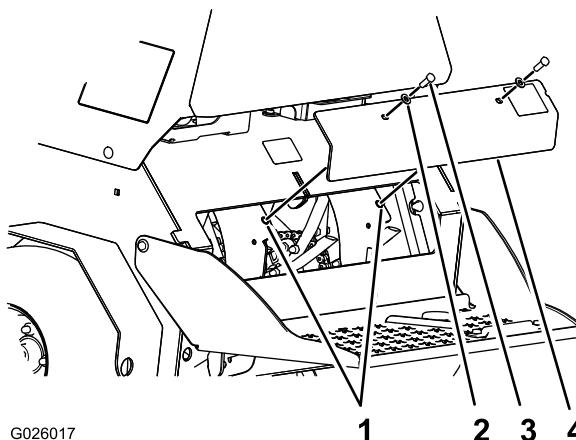

Figura 62
3. Retire los 2 pernos (3/8 x 1 pulgada) y las 2 arandelas (3/8 pulgada) que sujetan el panel de la cubierta trasera al chasis, y extraiga el panel (Figura 62).
6. Alinee los orificios del panel de la cubierta trasera con los orificios del chasis (Figura 62).
7. Coloque el panel de la cubierta en el chasis con los 2 pernos y las 2 arandelas Figura 62 que retiró en el paso 3, y apriete los pernos a 37-45 N·m (27-33 libras-pulgada).